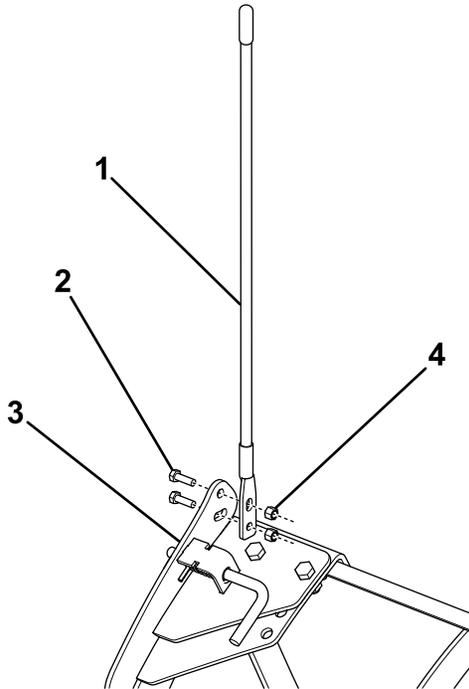

Bild 17
8. Befestigen Sie eine zuvor entfernte Schneeschildführung an der Federhalterung (Bild 17) und ziehen Sie die Schrauben auf ein Drehmoment von 19 N·m an.